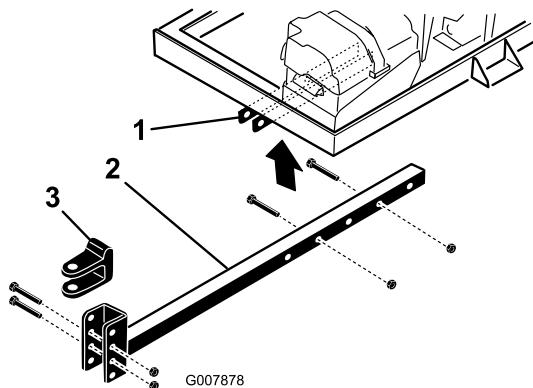

Figura 4
- Sujete la barra del enganche a los soportes del bastidor (Figura 4) con 2 pernos ( $\frac{3}{8}$ " x 3") y 2 tuercas con arandela prensada ( $\frac{3}{8}$ ").
- Introduzca la barra del enganche en los soportes del bastidor (Figura 4).